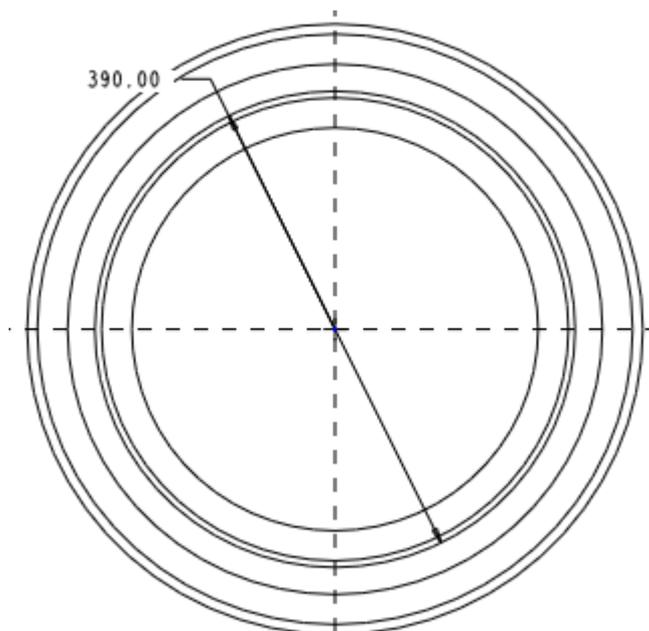

图 56-10
(4) 单击【草绘】，进入草绘工作环境，绘制如图 56-10 所示的一个直径为 390 的圆。